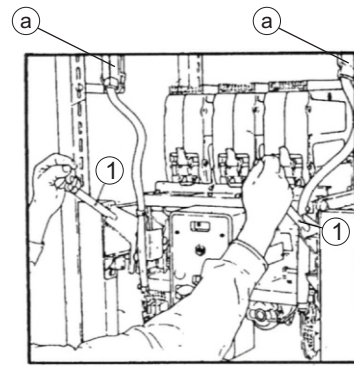
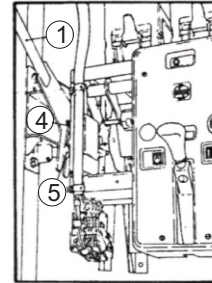

Fig. 1-1
Fig. 1-2
- 2) Estrarre le eventuali spine (a) dei circuiti ausiliari (fig. 1-1).
- 3) Inserire le leve di sezionamento (1) nel modo indicato in fig 1-1 curando che la fessura in esse praticata prenda contemporaneamente i due perni (4) e (5) di fig. 1-2 e fissati rispettivamente sull'interruttore e sulle guide.
- 2) Remove any auxiliary circuit plugs (a) (fig. 1-1).
- 3) Insert the draw-out levers (1) as shown in fig. 1-1. Make sure that their slits fit on to the two studs (4) and (5) of fig. 1-2 (fixed to the circuit-breaker and guides, respectively) at the same time.
- 2) Die etwaigen Stecker (a) der Hilfsstromkreise herausziehen (Abb. 1-1).
- 3) Die Trennhebel (1) so einstecken, wie es in der Abb. 1-1 gezeigt ist, wobei dafür zu sorgen ist, dass der Schlitz, der in ihnen vorhanden ist, gleichzeitig beide Bolzen (4) und (5) von Abb. 1-2 erfasst, die am Leistungsschalter bzw. auf den Führungen befestigt sind.
- 2) Extraire les fiches éventuelles (a) des circuits auxiliaires (Fig. 1-1).
- 3) Introduire les leviers de sectionnement (1) de la manière indiquée dans la fig 1-1 en prenant soin à ce que leur fissure s'encastre en même temps dans les deux axes (4) et (5) de la fig. 1-2 fixés respectivement sur le disjoncteur et sur les glissières.
- 2) Extraer los eventuales enchufes (a) de los circuitos auxiliares (fig. 1-1).
- 3) Introducir las palancas de seccionamiento (1) en el modo indicado en la fig 1-1 teniendo cuidado que la hendidura presente tome simultáneamente los dos pernos (4) y (5) de fig. 1-2 y estén fijados respectivamente en el interruptor y en las guías.